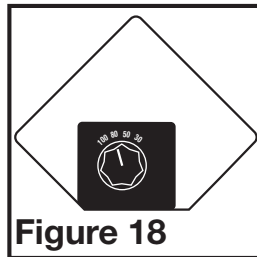

Figure 18
1. Retirez la grille et trouvez le poste de réglage sur le dessus du compartiment de fil (Figure 18).